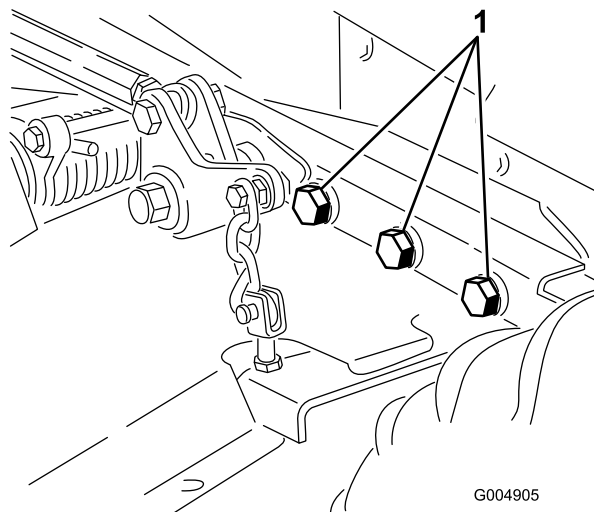

Figura 62
4. Controllate tutti gli elementi di fissaggio per verificare che non siano allentati; all'occorrenza serrateli. Serrate i 6 bulloni che fissano il telaio del piatto di taglio al trattore (Figura 62) a 359 N·m.